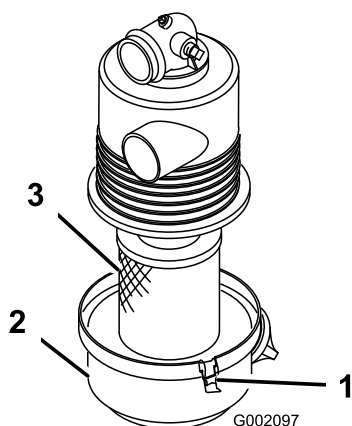

Figure 33
3. Desserrez les fixations qui maintiennent le couvercle sur le corps du filtre à air. Enlevez le couvercle du corps Nettoyez l'intérieur du couvercle du filtre à air (Figure 33).
4. Sortez l'élément filtrant du corps du filtre délicatement pour ne pas déloger trop de poussière (Figure 33). Évitez de cogner l'élément contre les parois du filtre.